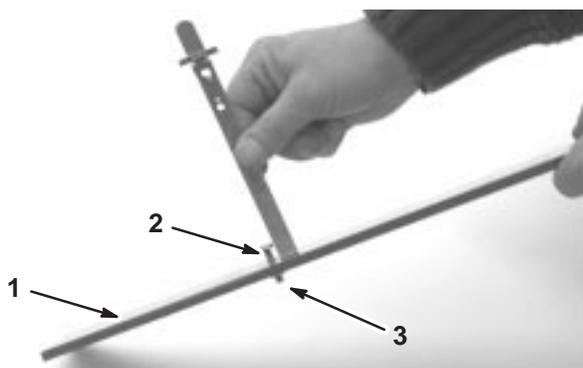

Bild 14
3. Lösen Sie die Mutter an der Messlehre (Bild 14) und stellen Sie die Einstellschraube auf die gewünschte Schnitthöhe ein. Der Abstand zwischen dem unteren Ende des Schraubenkopfs und der Stirnseite der Messlehre ist die Schnitthöhe.